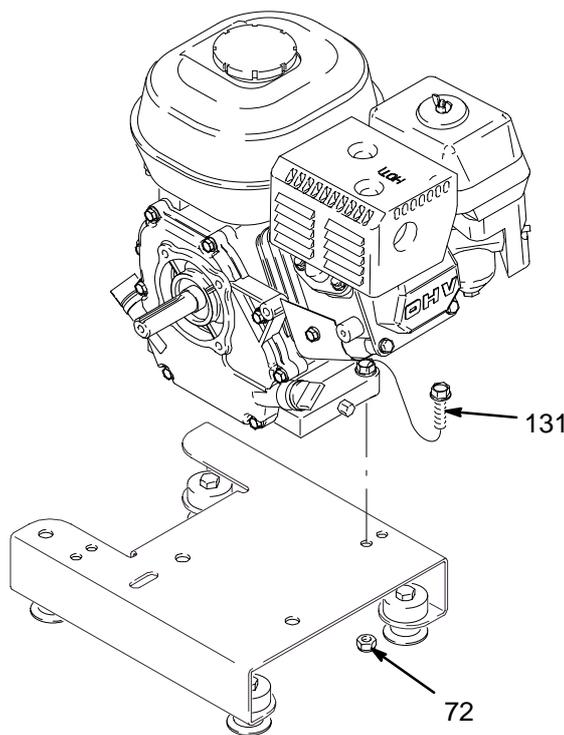

Fig. 13
3. Fig. 13. Saque las dos contratuercas (72) y los tornillos (131) de la base del motor.
2. Fig. 13. Instale los dos tornillos (131) en la base del motor y sujételo con las dos contratuercas (72). Apriete a un par de 22,6 N.m.